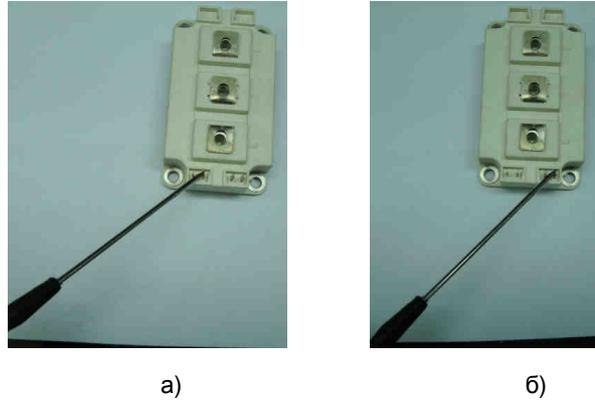

Рис. 7.2
7.2.1. Модули IGBT, устанавливаемые в один выходной канал, необходимо подбирать по значению входной емкости. Измерение входной емкости производить в соответствии с рис. 7.2, 7.3.
Перед измерением входной емкости снять статический заряд с управляющих вводов модуля IGBT при помощи плоской отвертки с изолированной ручкой, замкнув между собой поочередно вводы управления G1-E1 (рис. 7.2а) и вводы G2-E2 (рис. 7.2б) на 3 с.